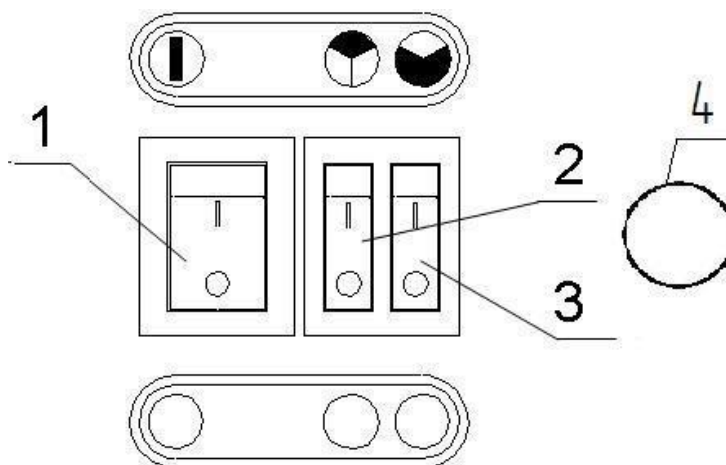
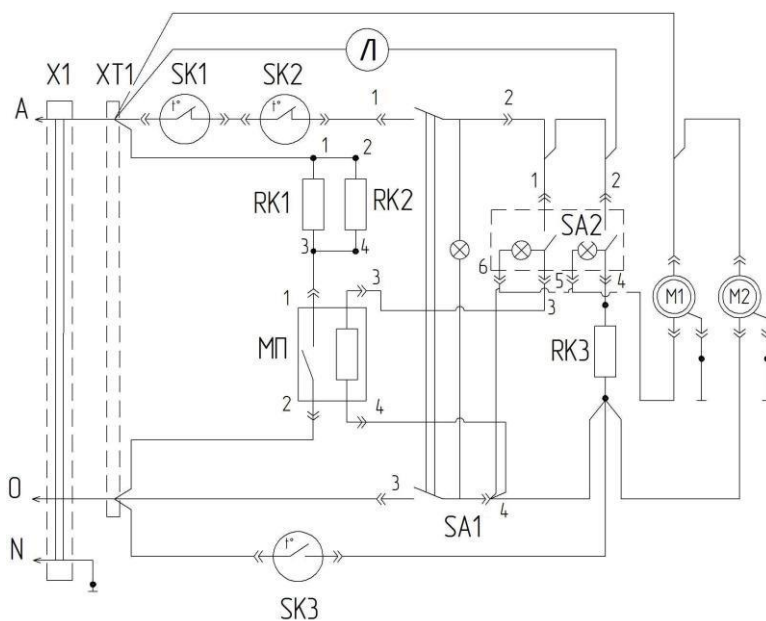

Рис. 1 Клавиши управления.
Рис.2 Схема электрическая принципиальная.
Тепловая завеса состоит из корпуса, на котором установлены два вентилятора и три нагревательных элемента. Сверху завеса закрыта обтекаемым кожухом. Забор воздуха осуществляется через отверстия в кожухе, выход через жалюзи в корпусе. Справа от жалюзи на корпусе находятся клавиши управления тепловой завесой. Схема электрическая принципиальная приведена на рис.2. Положение клавиш управления на рис.1.
- 7.1.1. Для включения режима воздушной завесы необходимо включить клавишу сетевого выключателя (поз.1, рис.1) в положении " **I** ", при этом включаются вентиляторы и загорается подсветка клавиши, создается режим «воздушный занавес».
7.2.1. Для подогрева воздуха в режиме 1 установить клавишу позиции 2 (рис 1) в положение "☺", при этом загорится лампочка подсветки клавиши и включится один нагреватель мощностью 1,5 кВт. Для выбора режима 2 установить выключатель поз.3, при выключенном выключателе поз.2, (рис 1) в положение "☹", при этом загорается подсветка клавиш и включаются два нагревателя мощностью 3,0 кВт. Для работы в режиме 3 установить клавиши 2 и 3 (рис.1) в положение "☺" и "☹" при этом горит подсветка всех клавиш и завеса работает с полной мощностью 4,5 кВт.